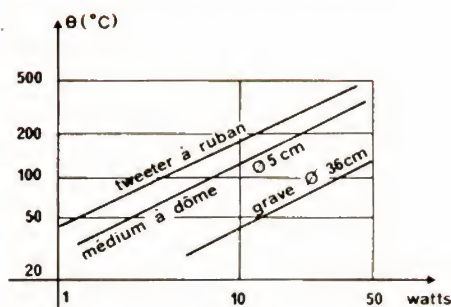

Fig. 25. — Accroissement de la température en fonction de la puissance.
Le projet mécanique est presque entièrement défini aujourd'hui par les conditions sévères de température que connaissent les petits haut-parleurs montés en coffret clos, la limitation de puissance électrique admissible étant finalement directement liée à la température de la bobine mobile comme en témoigne la figure 25 (8). Selon cette référence, la constante de temps thermique, c'est-à-dire, le temps au bout duquel la température a atteint 63 % de la valeur en régime permanent serait comprise entre 0,3 s (équipages à faibles dimensions équipant les tweeters) et 9s (bobines mobiles de diamètres supérieur à 40 mm et équipant les haut-parleurs grave). On en déduit qu'un régime de température aussi vite établi rend particulièrement vulnérables les tweeters soumis à une tension élevée ; d'où la nécessité de leur adjoindre des protections « rapides » extérieures, que nous décrirons au chapitre XIII.